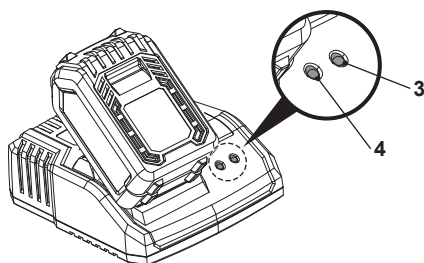

Fig. 4
Os indicadores (3, 4) no carregador (1) apresentam o estado de carregamento (Fig. 4).